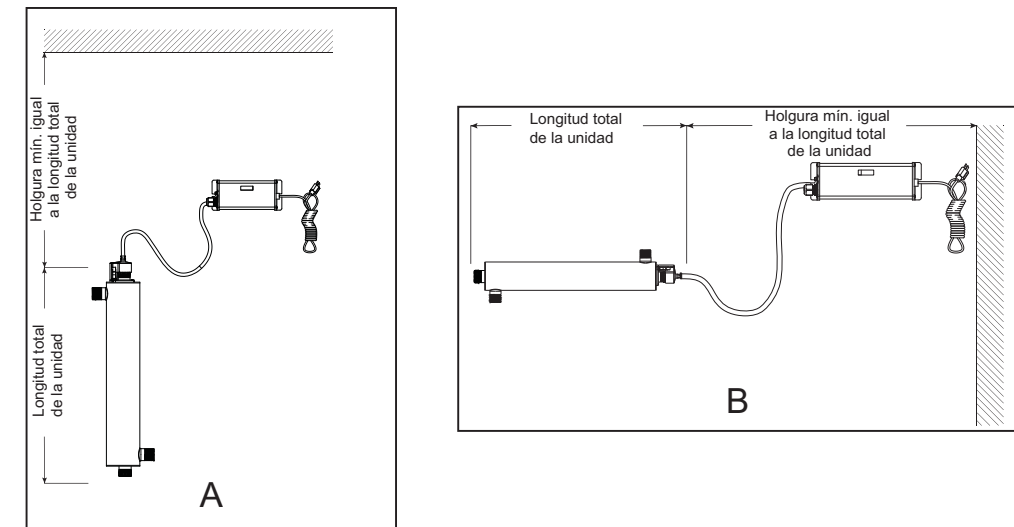

Figura 3 Instalación del sistema de desinfección: vertical y horizontal
2. Seleccione una ubicación adecuada para el sistema de desinfección y sus componentes relacionados. Como se recomienda instalar un GFCI, asegúrese de que esto se tiene en cuenta antes de cualquier instalación. El sistema se puede instalar en posición vertical (con el puerto de entrada abajo) como se indica en Figura 3 A o en posición horizontal, como se indica en Figura 3 B. Pero el método de preferencia es el de la instalación vertical. Cuando seleccione una ubicación de montaje, deje suficiente espacio para que se pueda extraer la lámpara UV o la vaina tubular de cuarzo (normalmente se debe dejar un espacio del tamaño de la cámara).